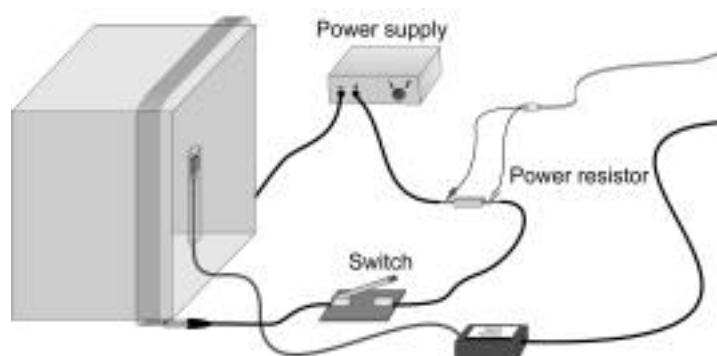

Figure 1
3. Connectez la bobine, l'interrupteur, l'ampèremètre et l'alimentation comme sur la Figure 1.